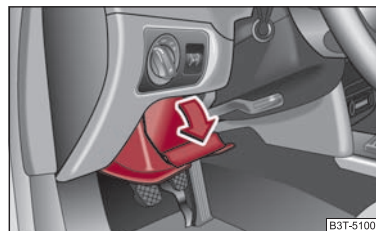

Fig. 107 Bordul: Compartimentul de depozitare de pe partea șoferului
- Compartimentul se deschide prin ridicarea mânerului și rabatarea în sensul săgeții ⇒ fig. 107.